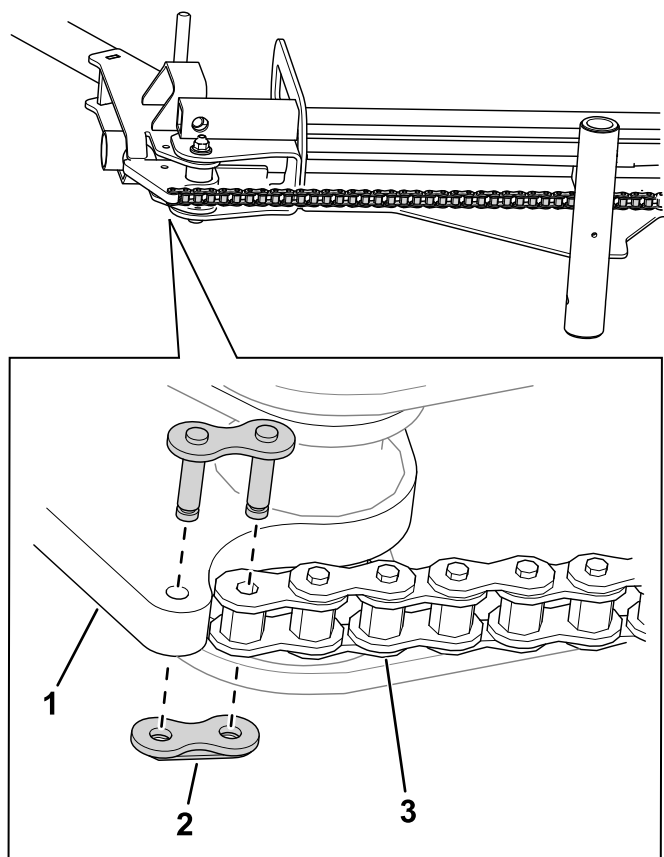

Figura 7
9. Utilizzate un tirante a catena per collegare la catena al gruppo rampa (Figura 7).